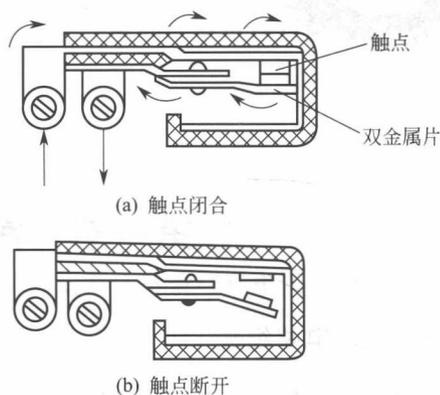

图 1-3 自动恢复式断路器
③ 断路器（或断路器）利用双金属片在电流过大时受热变形使电路断开，起过载保护作用。自动恢复式断路器如图 1-3 所示，当电路中的电流超过规定值时，双金属片受热弯曲使触点断开，电路断开后，双金属片因无电流通过，逐渐冷却变直，触点重新闭合，又接通电路。